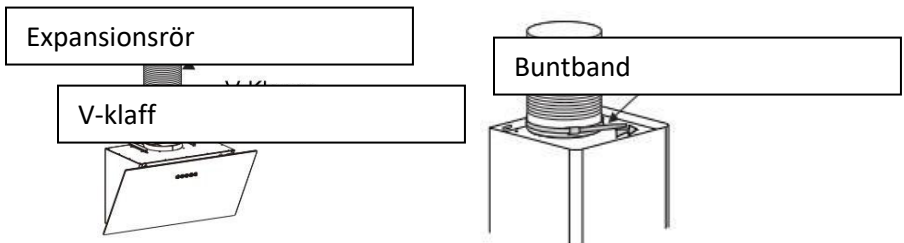
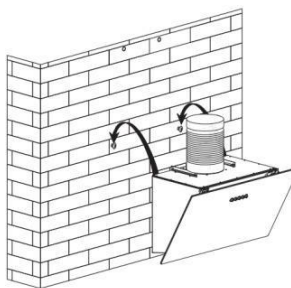
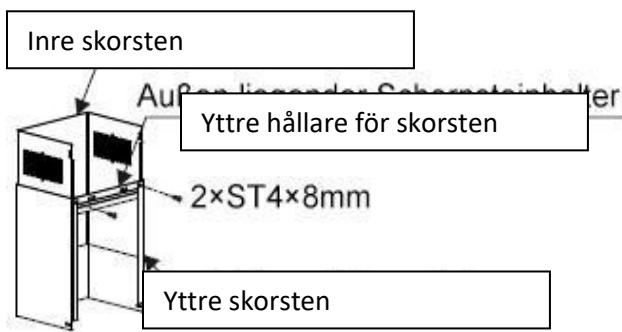

Bild 3
Bild 4
Bild 5
5. Sätt fast V-klaffen på flätkåpan och fäst expansionsröret vid luftutloppet med ett buntband. Se bild 3.
6. Häng upp apparaten på väggen med fästskruvarna. Se bild 4.
7. Montera skorstenshållaren på skorstenen. Se bild 5.
- Tillvägagångssätt 1. Använd ett verktyg eller händerna för att trycka fjäderbladet på båda sidor av LED-lampnan inåt tills lampnan släpper, se bild 3. Dra sedan försiktigt ut lampnas anslutningskabel, se bild 4.
Tillvägagångssätt 2. Använd en spårskruvmejsel för att lyfta upp LED-lampornas nedre kant, se bild 5, och dra sedan försiktigt ut lampornas anslutningskabel, se bild 4.